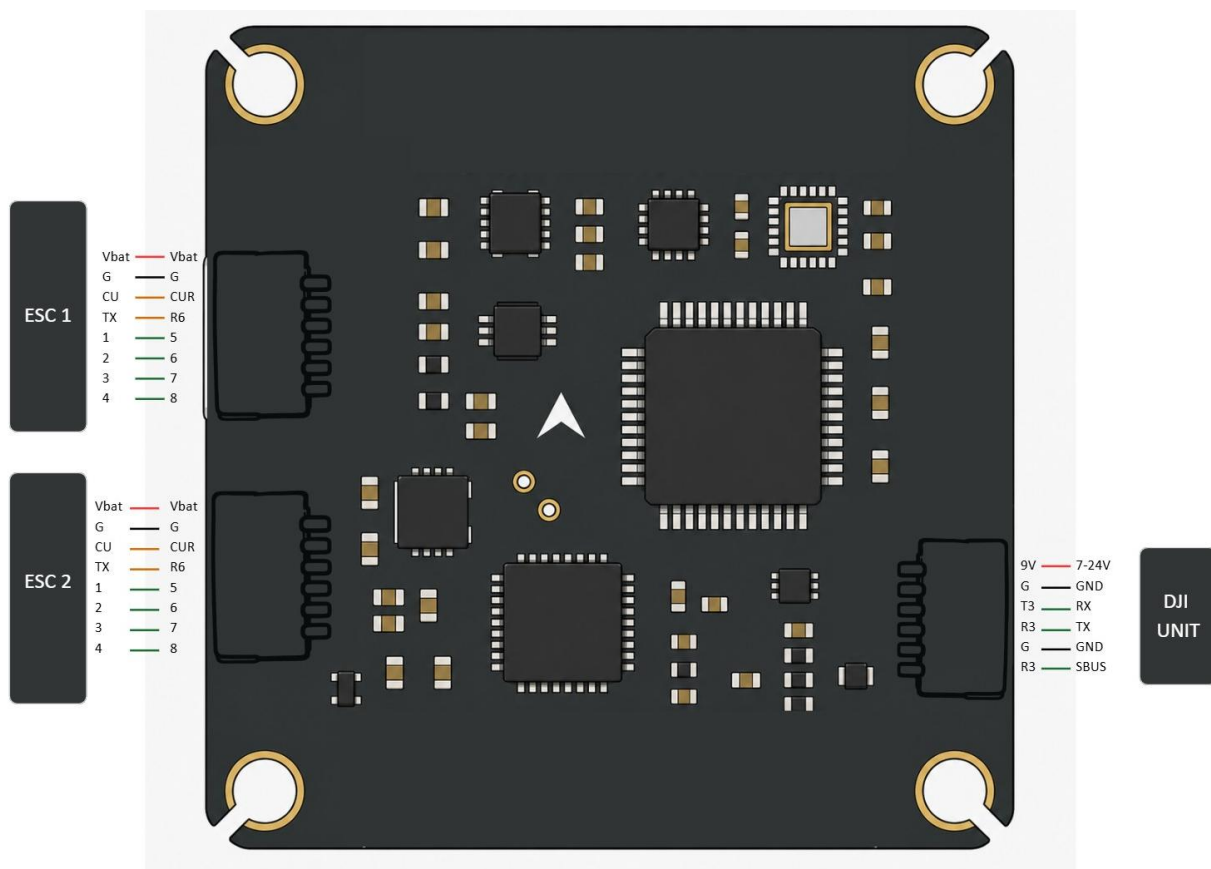

Abb.3. Verdrahtungsplan (ESC- und DJI-Air-Unit-Anschlüsse)
- **ESC-Verbindung:** Verwenden Sie die Anschlüsse ESC 1 und ESC 2 (8-polig, siehe Abb. 3), um bis zu zwei 4-in-1-ESCs anzuschließen. Jeder Anschluss führt die Akkuspannung (Vbat), Masse (G), das Stromsensorsignal (CU), Telemetrie (TX) und vier Motorsignale (1-4).
- **UART 6 (ESC-Telemetrie):** Die ESC-Telemetrie (TX) von den ESC-Anschlüssen wird an R6 empfangen (siehe Abb. 3).
- Anschluss DJI UNIT: Verbinden Sie die DJI Air Unit mit dem 6-poligen Anschluss DJI UNIT (siehe Abb. 3): 9V an 7-24V, G an GND, T3 an RX, R3 an TX, G an GND, R3 an SBUS.